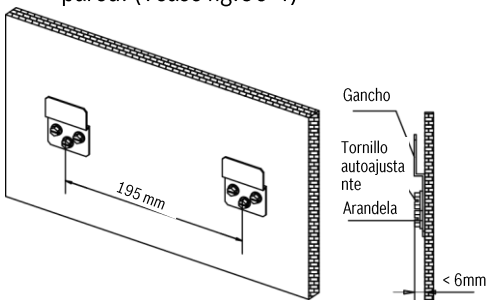

Fig. 50-4
- Fijar el gancho con un tornillo autoajustante en la pared. (Véase fig.50-4)